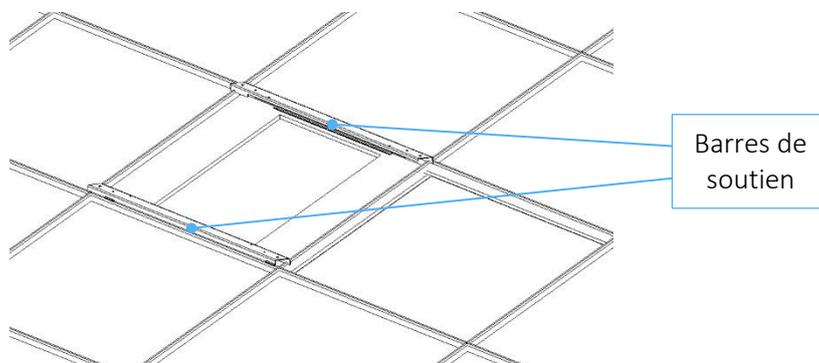

Fig. 11 *Fixation faux plafond 60x60: passage C.*
- C. Placer les deux barres de soutien [2] en les encastrant dans la structure porteuse du faux plafond (Figure 11).